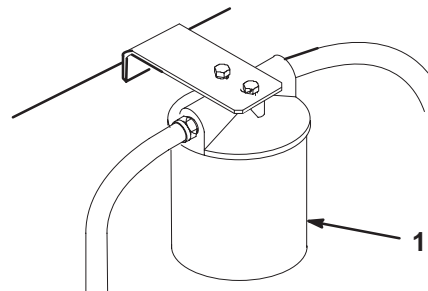

Figure 46
- Placez un bac de vidange sous le filtre, déposez le filtre usagé et essuyez la surface du joint de l'adaptateur (Fig. 46).